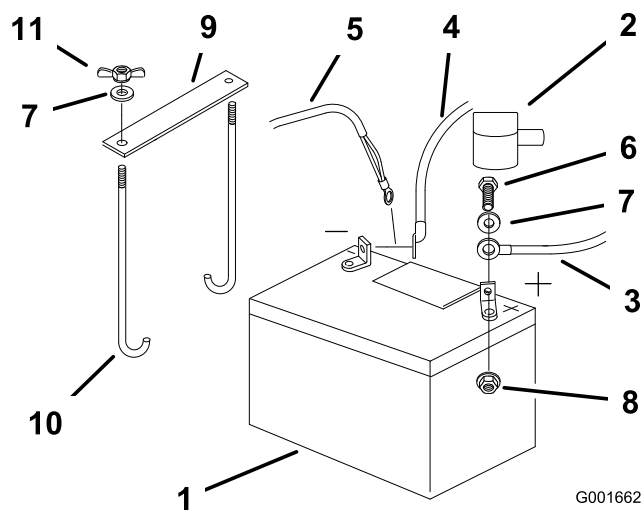

Figure 36
4. Commencez par débrancher le câble négatif et le câble de masse de la borne négative (-) de la batterie (Figure 36).
5. Ôtez le capuchon rouge de la borne positive (rouge) de la batterie. Débranchez ensuite le câble positif (rouge) de la batterie (Figure 36).
6. Retirez les deux écrous à oreilles (1/4 pouce) de fixation de la barrette de maintien de la batterie (Figure 36).
1. Placez la batterie dans son support en tournant les bornes vers le moteur (Figure 36).
4. Fixez les câbles avec 2 boulons (1/4 x 3/4"), 2 rondelles (1/4 pouce) et 2 contre-écrous (1/4 pouce) (Figure 36).
6. Fixez la batterie en position avec des boulons en J, une barrette de maintien et 2 rondelles (1/4 pouce), ainsi que 2 écrous à oreilles ((1/4 pouce)) (Figure 36).